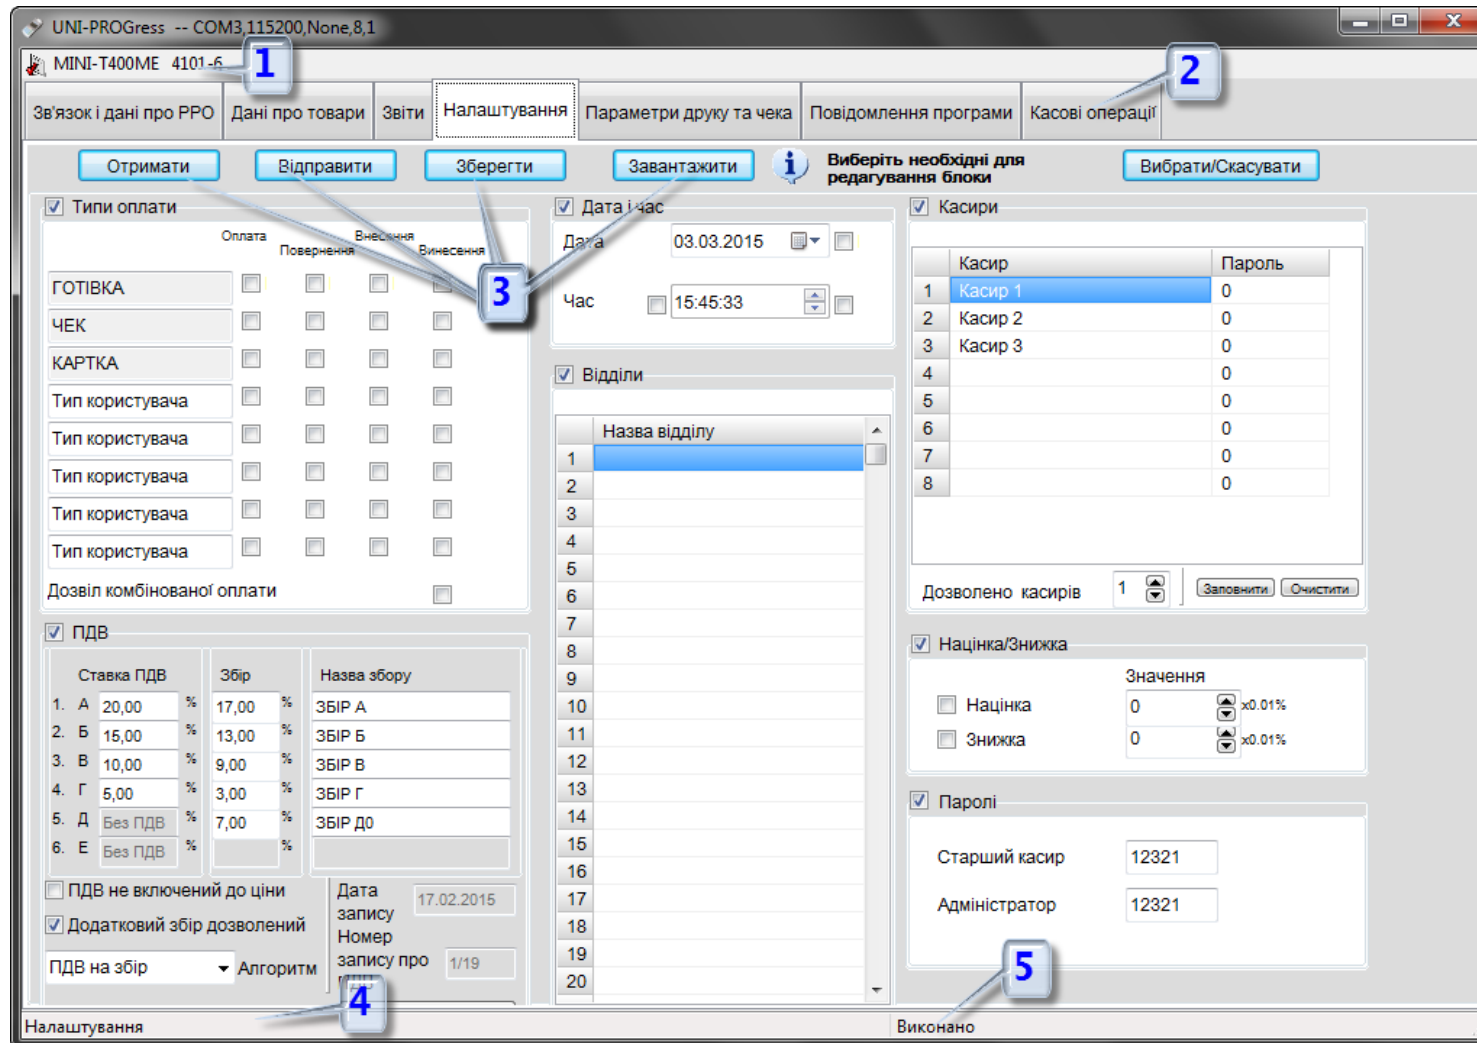
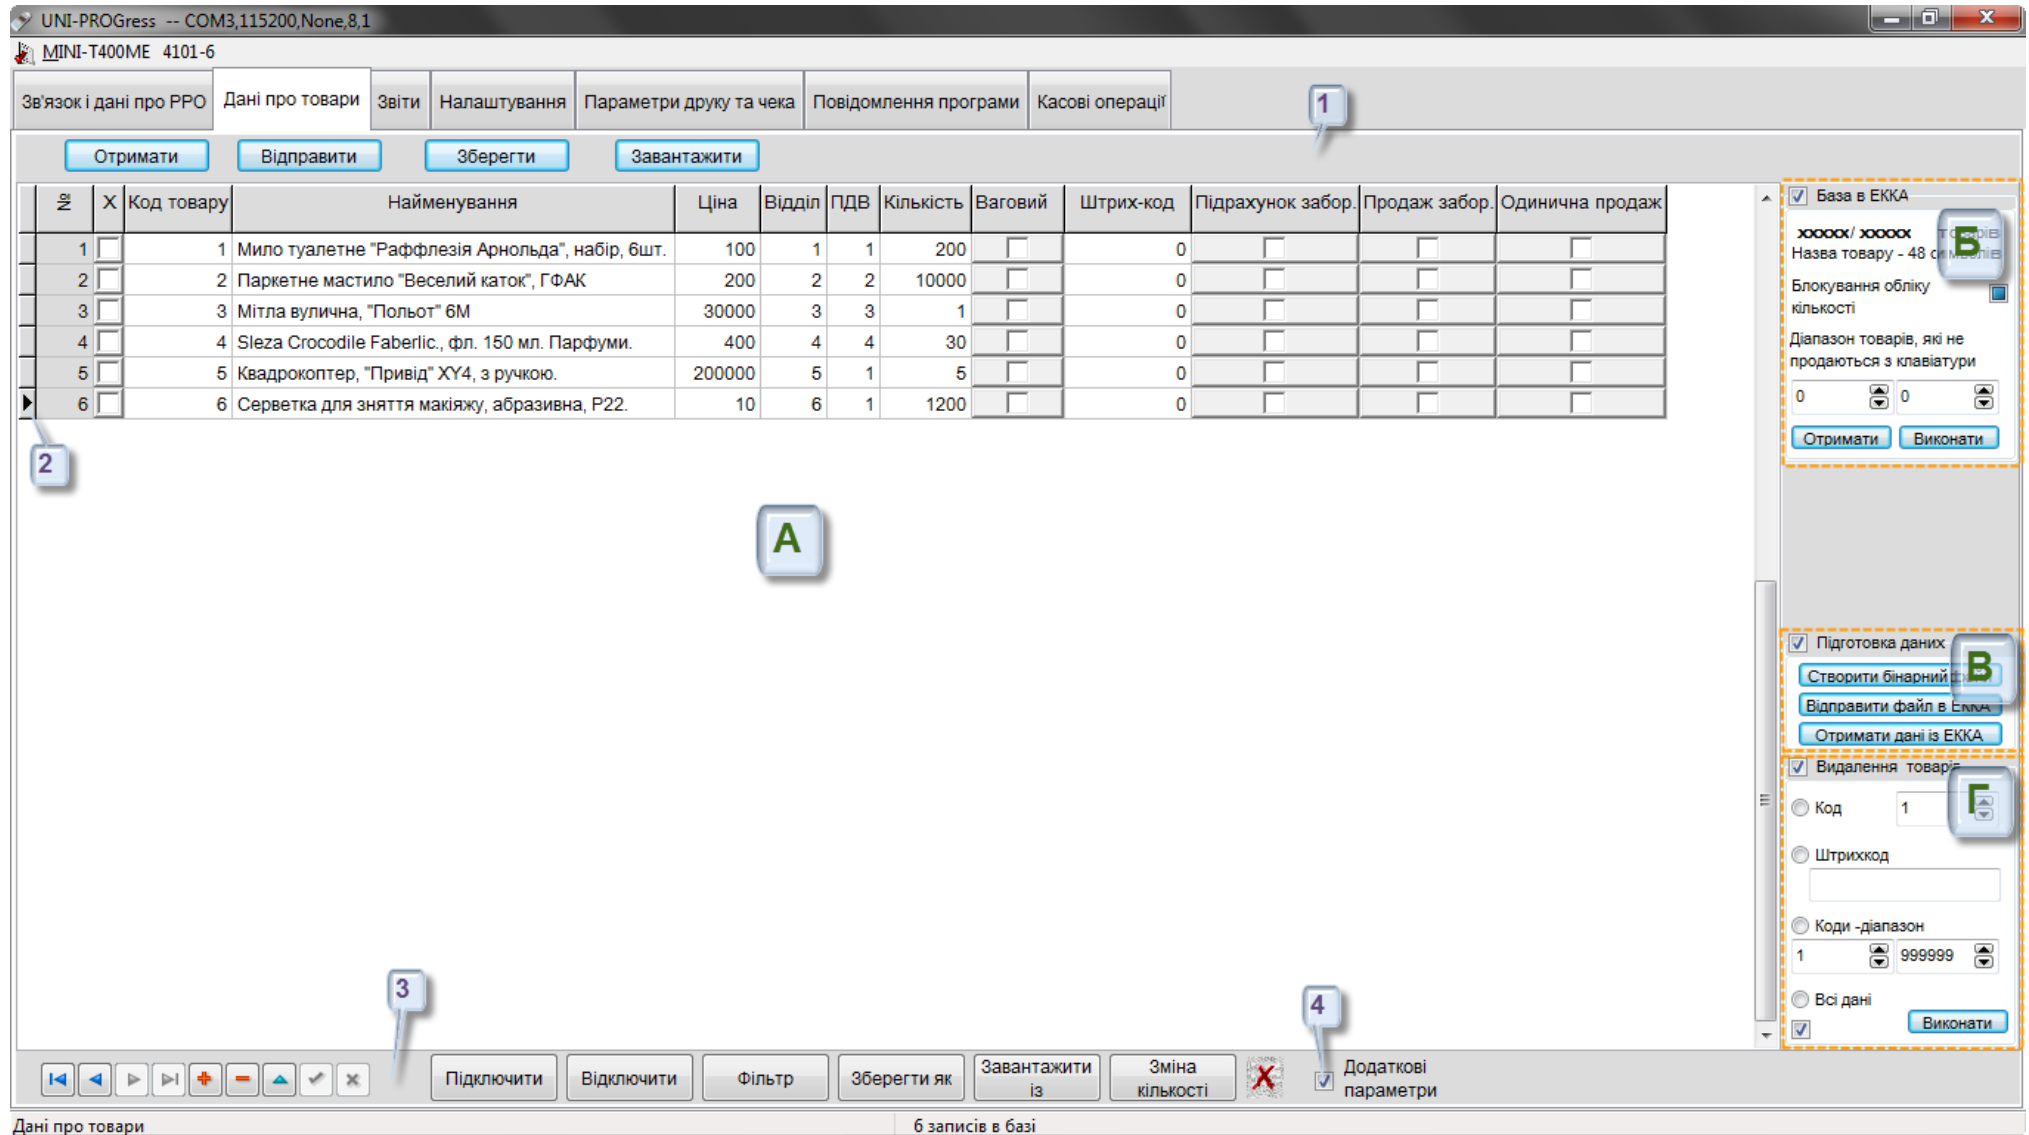
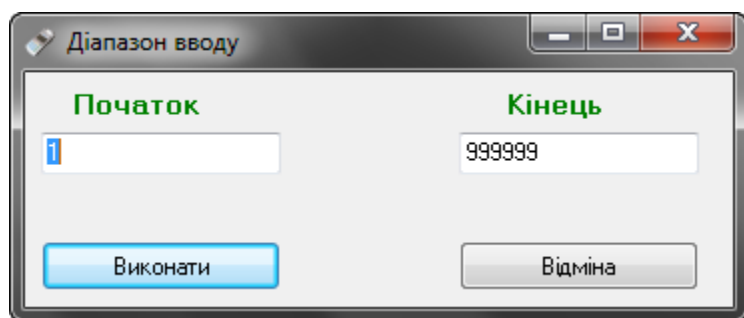

Рис. 6 Інформаційні елементи та елементи керування програми
Рис. 12 Вкладка «Дані про товари»
Рис. 13 Визначення діапазону виведення БД товарів з РРО
Основними елементами керування (див. Рис. 6) є:
В інформаційно-статусної стрічці виконується моніторинг елементу управління, який є виділений в поточний момент часу та його представлення (див. Рис. 6, № 4). В статусної стрічці (див. Рис. 6, № 5) представлено статус останньої команди/процедури — виконано або помилка.
В кожній вкладки, в верхньої частині їх частині, розташовано панель програмних клавіш. Для різних вкладок набір програмних клавіш на панелі буде різний, оскільки для деяких вкладок виконувати функції клавіш не мають сенсу. Повний набір програмних клавіш представлений на Рис. 6, № 3. Набір та кількість програмних клавіш для кожної вкладки буде оговорено окремо.
Програмна вкладка «Дані про товари» (Рис. 12) дозволяє виконати основні дії з базою товарів: занести новий товар до бази, змінити параметри товару, видалити окремий товар або декілька товарів тощо. В верхньої частині вкладки, як й на інших, розташована основна панель програмних клавіш керування з 4-ма клавішами: «Отримати», «Відправити», «Зберегти», «Завантажити». Нижче розташовано поле для списку товарів і панель програмних клавіш під ним.
Для зчитування бази даних з РРО та виведення переліку товарів потрібно натиснути клавішу «Отримати», що розташована на основній панелі програмних клавіш керування (див. Рис. 12). Можна здійснити виведення тієї частини бази товарів що потрібно, ввівши на запит діапазону виведення потрібний (Рис. 13). Після виконання всіх дій з товарами, як то: перейменування, внесення корекції до параметрів товарів, створення/видалення товарів потрібно виконати збереження оновленої бази товарів в пам'яті РРО, для чого потрібно натиснути клавішу «Відправити» (до РРО) на основній панелі програмних клавіш керування. Клавіша «Зберегти» виконує автоматичне збереження бази даних (в архівованому *.zip-файлу), ім'я якого співпадає з заводським номером РРО. Збереження виконується автоматично, без додаткових вікон, в робочий каталог програми, з виведенням в інформаційному рядку програми (див. Рис. 6, № 5) ім'я файлу.
На панелі програмних клавіш розташовано поле для виведення додаткових параметрів (дій з параметрами товарів). Встановлення флагу «Додаткові параметри» викликає виведення додаткової бокової панелі (див. Рис. 12).
- «Зміна кількості» — виконати редагування кількості товару, який є поточним, про що інформує чорний трикутник на початку рядку (Рис. 12, № 2);